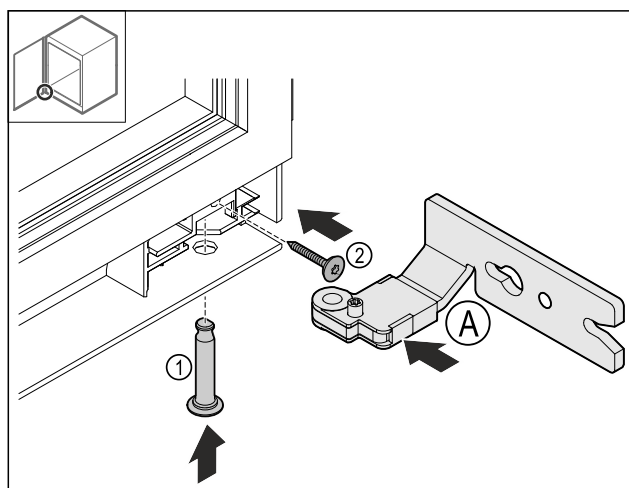

Fig. 23
- ▶ Introduceți balamaua inferioară Fig. 23 (A).
- ▶ Introduceți bolțul Fig. 23 (1) și țineți-l ferm.
- ▶ Strângeți ferm șurubul Fig. 23 (2).